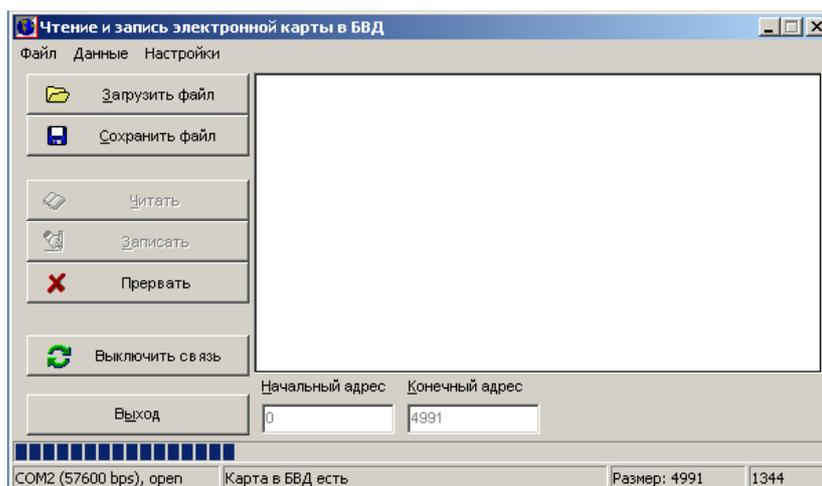

Рисунок 2.83
- нажмите клавишу «Читать», на экране отразится считывание ЭК (рисунок 2.83);